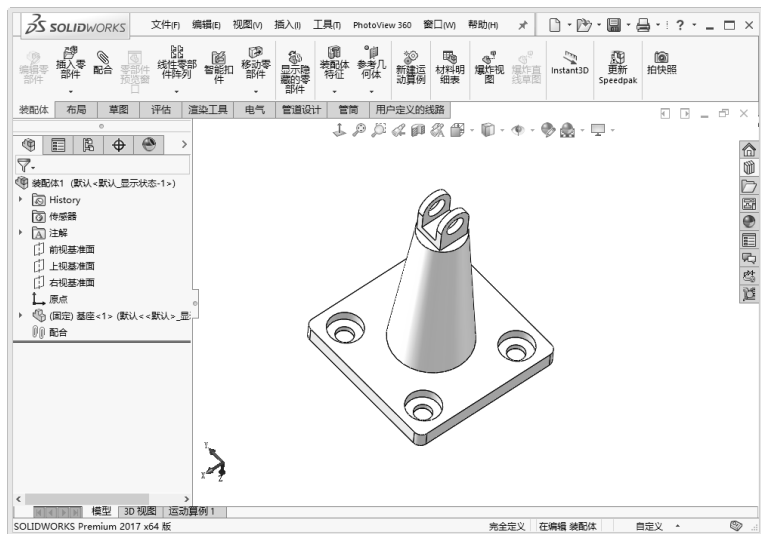

图 5-3 导入零件后的界面
4) 选择一个零件作为装配体的基准零件，单击“打开”按钮，然后在窗口中合适的位置单击空白界面以放置零件。此后调整视图为“等轴测”，即可得到图 5-3 所示导入零件后的界面。